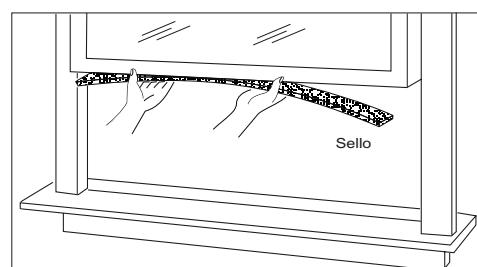

Fig. 3
- Corte la tira de sellado adhesivo del ancho de la ventana. Quite el revestimiento de la tira adhesiva y péguela en el interior de la parte inferior de la ventana (Fig. 3).